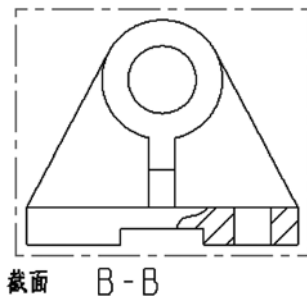

图 12-52 完成局部剖视图
- 10 在“绘图视图”对话框中单击“应用”按钮，然后单击“关闭”按钮。完成的局部剖视图效果如图 12-52 所示。